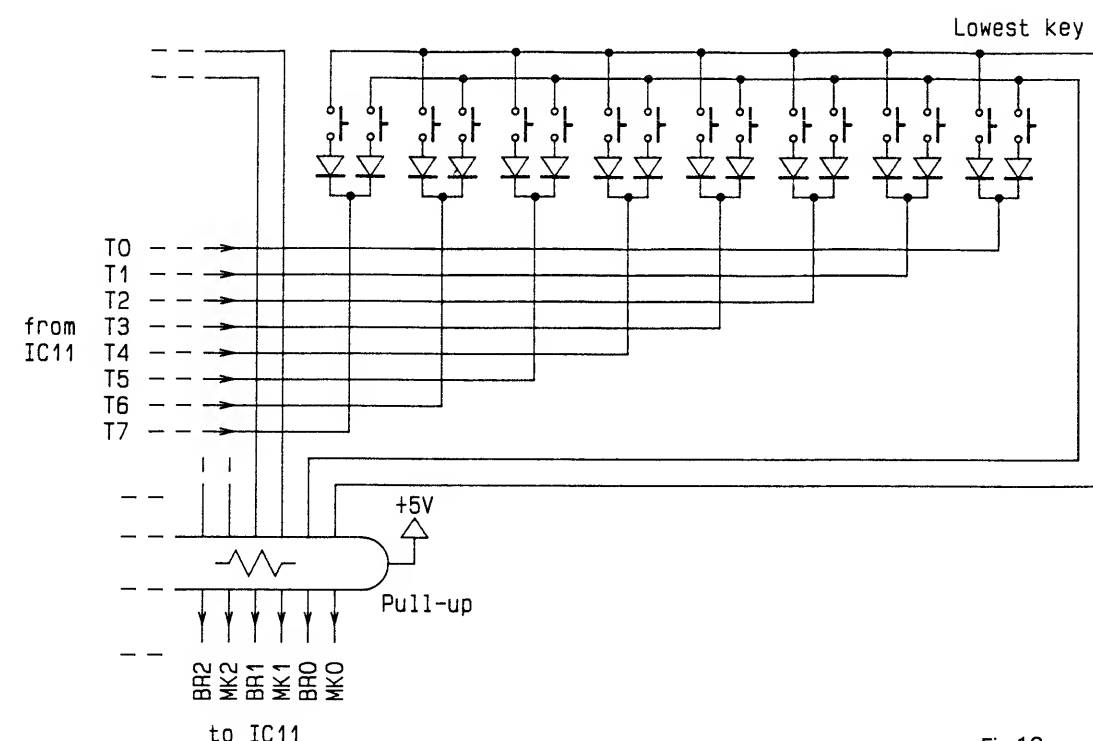
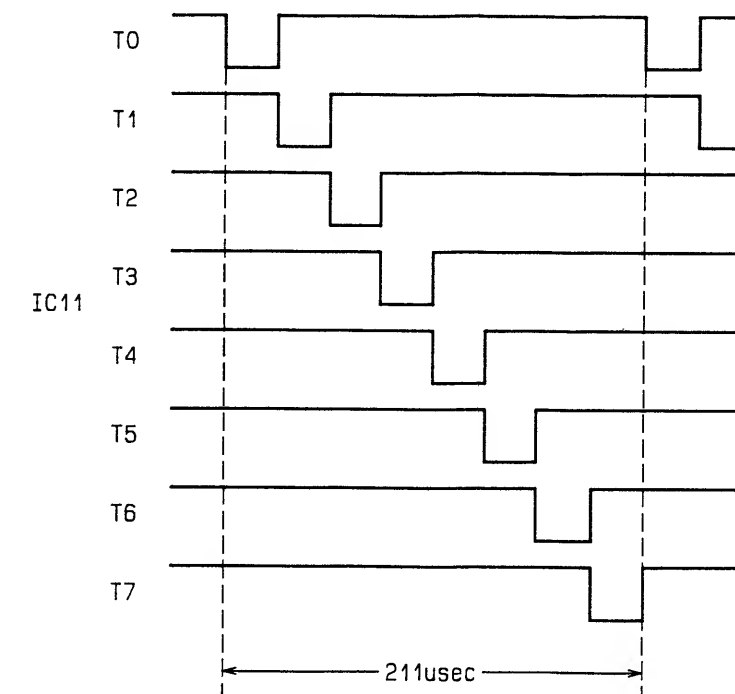

Fig.13
Fig.14
- The keyboard has 61 keys, and each key has two contact points, "make" (MK) and "break" (BR). Velocity values are determined based on the time difference of MK on and BR on.
- A total of 122 contact points consist on an 8×16 matrix. They are scanned by T0—T7 of IC11 (on the MB). IC11 interrupts IC36 when reading the keyboard. The key matrix is shown in Fig.13 and the timing of the scanning pulse is shown in Fig.14.
- 鍵盤は61個のkeyを持ち、個々のkeyはメーク (MK) とブレーク (BR) の2つの接点を持っています。MK onとBR onの時間差をもとにしてベロシティ値が決定されます。
- これら、合計122個の接点は8×16のマトリクス状に構成され、IC11 (on MB) のT0～T7によってスキャンされています。IC11は鍵盤を読み込むとIC36に対して割り込みをかけます。キーマトリクスをFig.13に、また、スキャンパルスのタイミングをFig.14に示します。